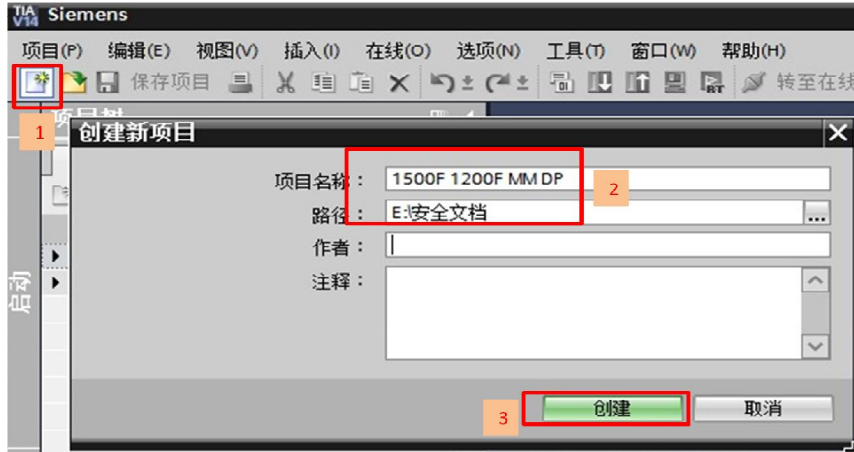

图 2-1 新建项目
1) 先建立 S7-1500F 侧的硬件，打开 TIA 软件，点击“新建项目”输入项目名称，设置项目文件存储路径，点击“创建”，完成项目创建，如图 2-1。